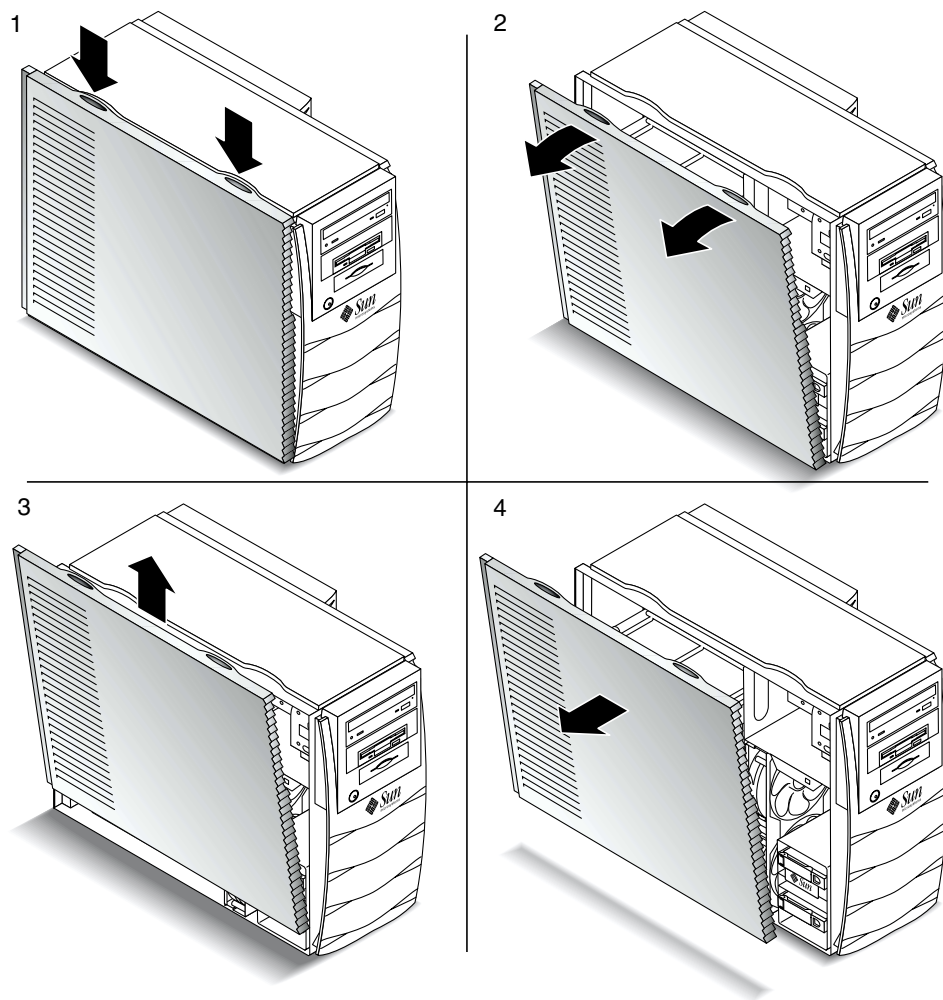

図 8 内部部品の取り付け準備作業
2. 操作パネルの上部にある 2 つのくぼみを押し下げます (図 8 を参照)。